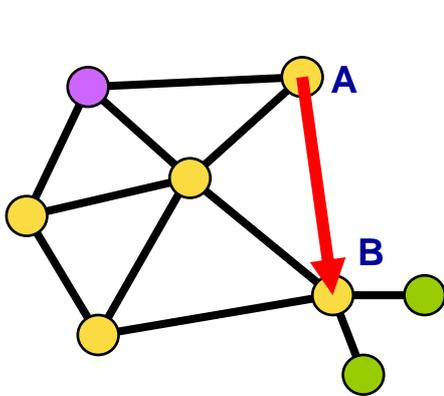

Fig. 1a
- Permette di raggiungere i nodi attraverso percorsi multipli: nel caso di uno o più nodi non funzionanti la comunicazione è garantita (vedi figure 1a e 1b)